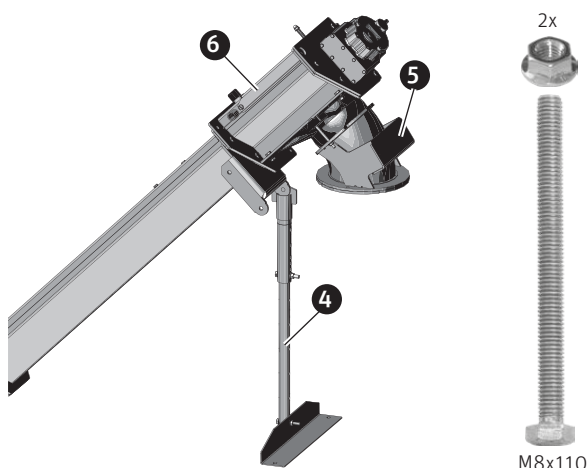

Fig. 142 Übergabeblock und Stützfuß [4] auf Schneckenverlängerungen [6] montiert
- Übergabeblock oben und Stützfuß [4] mit Schneckenverlängerungen [6] zusammenmontieren, Verbindungsstück bei Schnecke vorher einfetten und Dichtungsband aufkleben (siehe auch Montagehinweise bei Pkt. 13.10 bzw. für Stützfuß Pkt. 13.13) – Fig. 142.